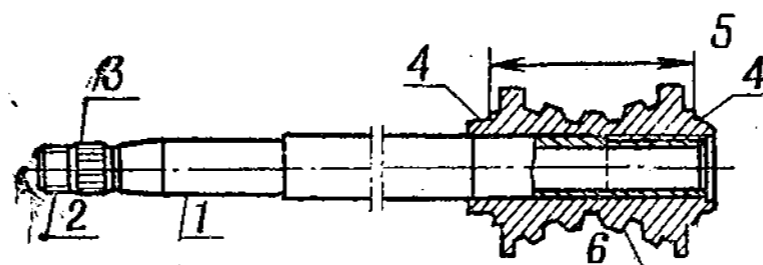

Рис. 146. Вал рулевого управления с червяком в сборе
2. Вал рулевого управления с червяком в сборе (рис. 146)